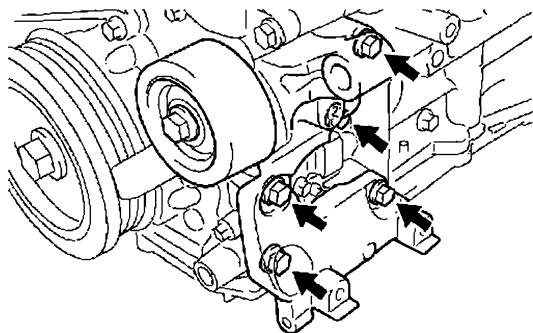

图 22-6 拆卸发动机传动带张紧器总成
- 9) 按照图 22-6 所示, 拆卸发动机传动带张紧器总成。